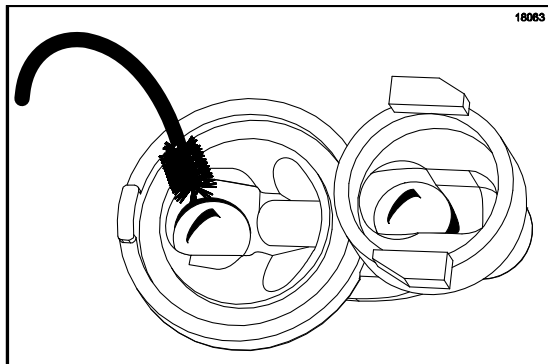

Figura 82
4. Insira a escova preta flexível no lado superior da válvula de entrada. Esfregue esta área, principalmente ao redor da esfera de aço. (Veja a Figura 82.)